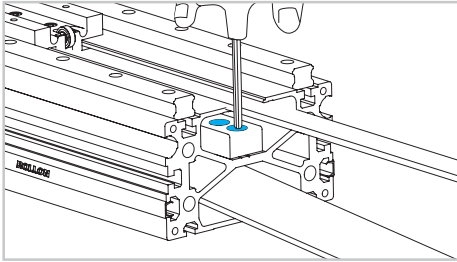

Fig. 13
- 14) Retirer la butée de sécurité (Fig. 13).
- 17) Retirer la butée de sécurité de ce côté également. (Fig. 13).